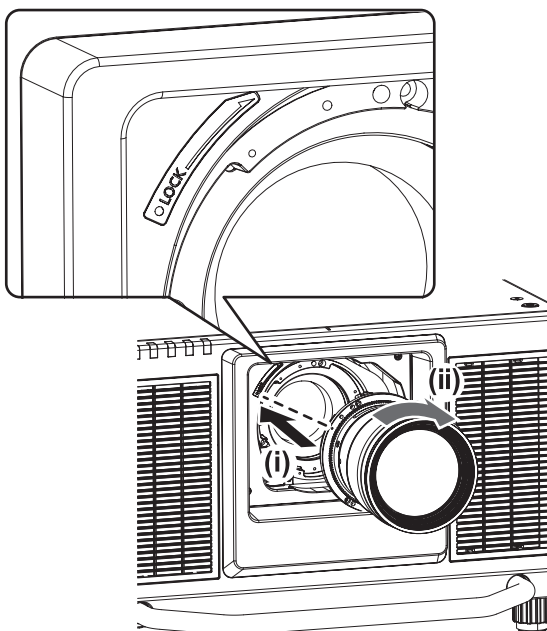

Figura 3
3) Inserte la lente de proyección alineando la marca de la lente de proyección (naranja) con la marca del proyector (○ a la izquierda de LOCK) y gire hacia la derecha hasta que encaje. (Figura 3)